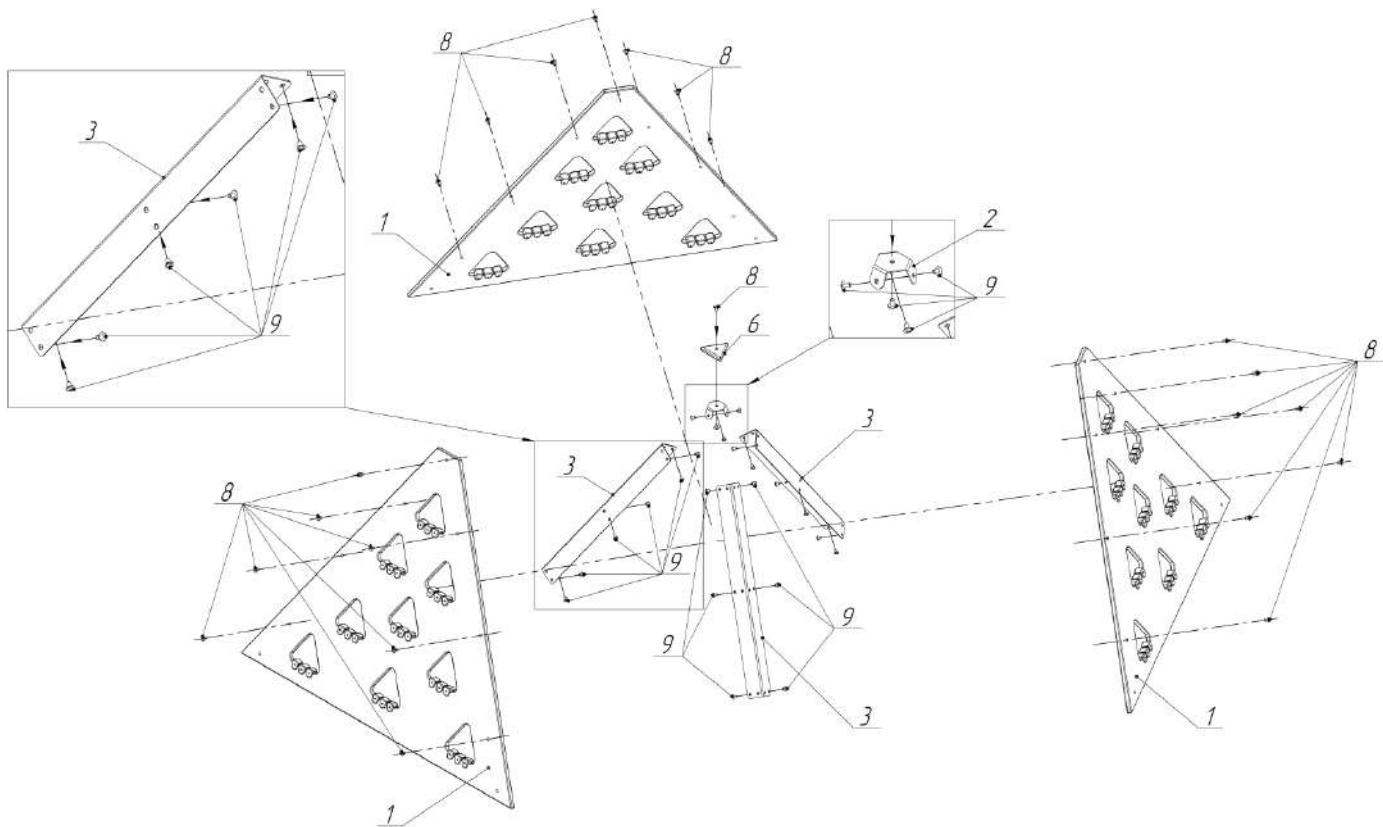

Рис. 3
12.3.3 Установить уголки (поз. 3) на панели (поз. 1), закрепить при помощи гаек (поз. 8) и винтов (поз. 9) согласно рис. 3. В вершину комплекса установить уголок трехполочный (поз. 2), закрепить при помощи гаек (поз. 8) и винтов (поз. 9) согласно рис. 3. Установить заглушку (поз. 6) на уголок трехполочный (поз. 2), закрепить при помощи гайки (поз. 8) и винта (поз. 9) согласно рис. 3.